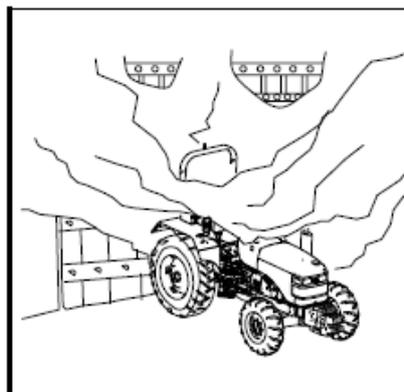

Fig. 2-10
**AVISO:** Antes de ligar o motor, certifique-se de que há ventilação suficiente. Nunca ligue o motor num local fechado. Os fumos de escape podem asfixiar (fig.2-10).